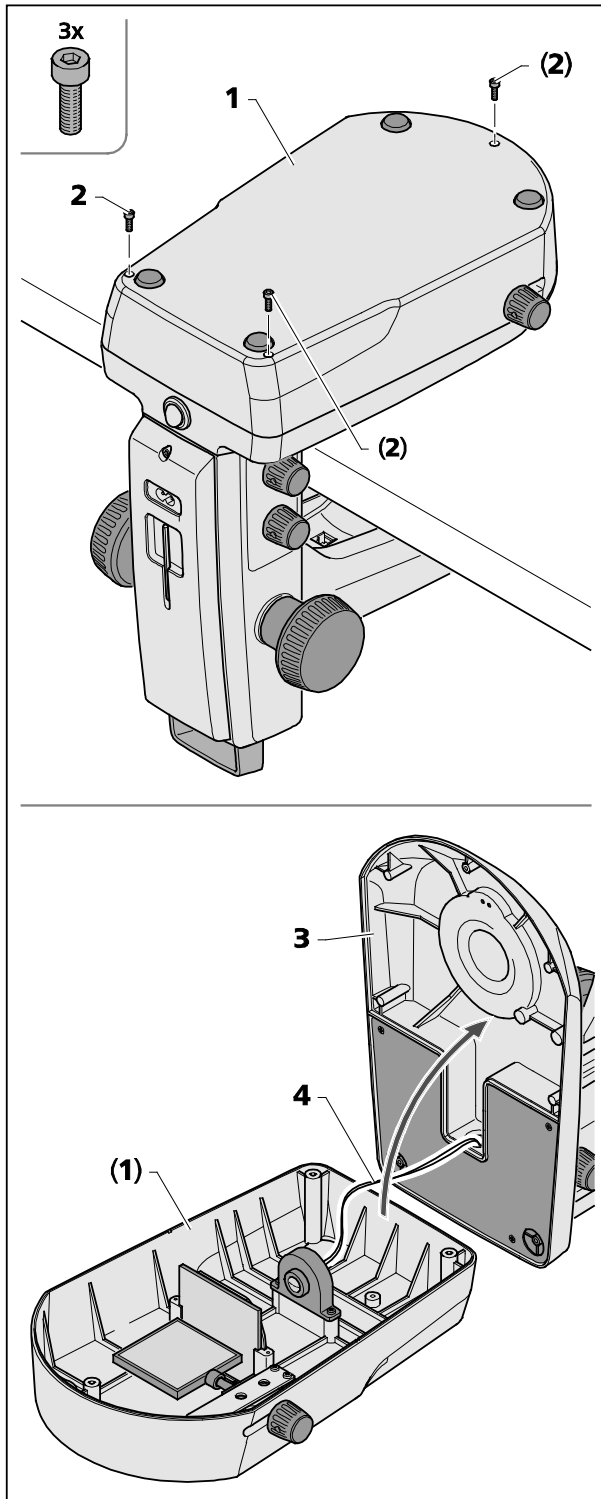

Bild 23 Stativabdeckplatte Stativ K LAB öffnen
Zur Reinigung bzw. Entnahme versehentlich hineingefallener Fremdkörper kann der Durchlichtuntersatz (Bild 23/1) von der Stativabdeckplatte (Bild 23/3) entfernt werden.
- Die drei Schrauben (Bild 23/2) von der Stativabdeckplatte (Bild 23/1) mit Inbusschlüssel SW 2,5 lösen und zur Seite legen.
- Die Stativabdeckplatte (Bild 23/3) vorsichtig vom Durchlichtuntersatz (Bild 23/1) abheben und das Stativ zur Seite legen.
☞ Darauf achten, dass das Kabel (Bild 23/4) nicht vom Durchlichtuntersatz (Bild 23/1) getrennt wird.